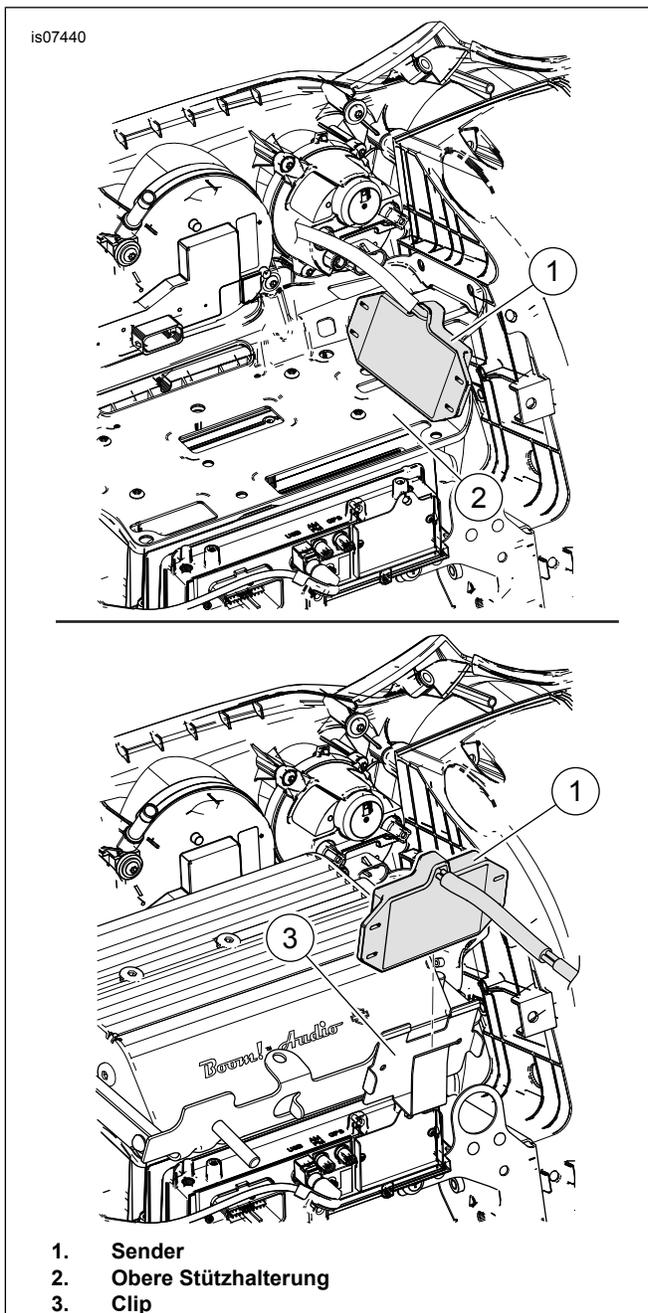

Abbildung 13. Montage des Senders (FLHT-Modelle der Modelljahre 2014 bis 2016 und FLHX Touring- oder Trike-Modelle)
2. Siehe Abbildung 13 >. **Modelle OHNE einen an der Verkleidung montierten Verstärker:**
- b. Den Sender (1) links neben der oberen Stützhalterung anbringen.
- a. Den Sender (1) in den Clip (3) auf der Vorderseite der Befestigungshalterung einsetzen.